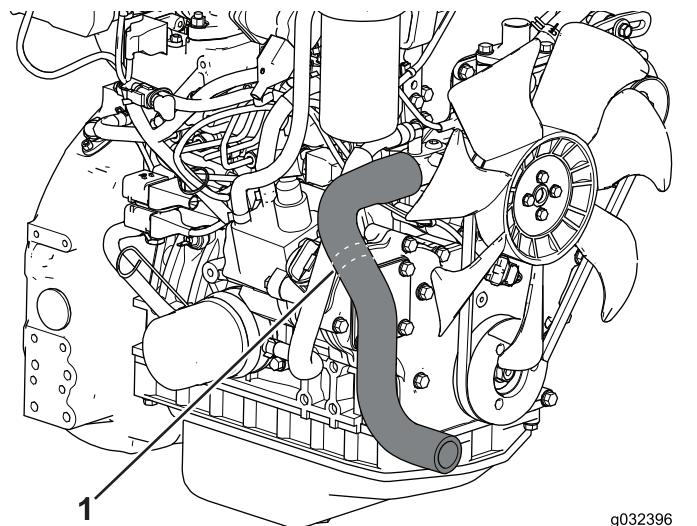

Figure 10
1. Localisez la durite du radiateur (Figure 10).
2. À l'aide d'un outil de coupe, coupez la durite de radiateur au niveau des traits (Figure 10).